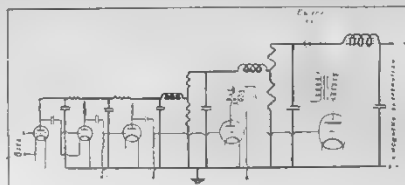

Рис. 4. Питание анодных цепей через каскадный фильтр и делители напряжений
4) В установках повышенной мощности, где анодное напряжение мощного каскада имеет величину около 1000 вольт, для питания предварительного усиления часто делают отдельную выпрямительную установку на меньшее напряжение постоянного тока. Этого упрощения питающего устройства можно избежать при применении каскадного фильтра с делителями напряжений (рис. 4).